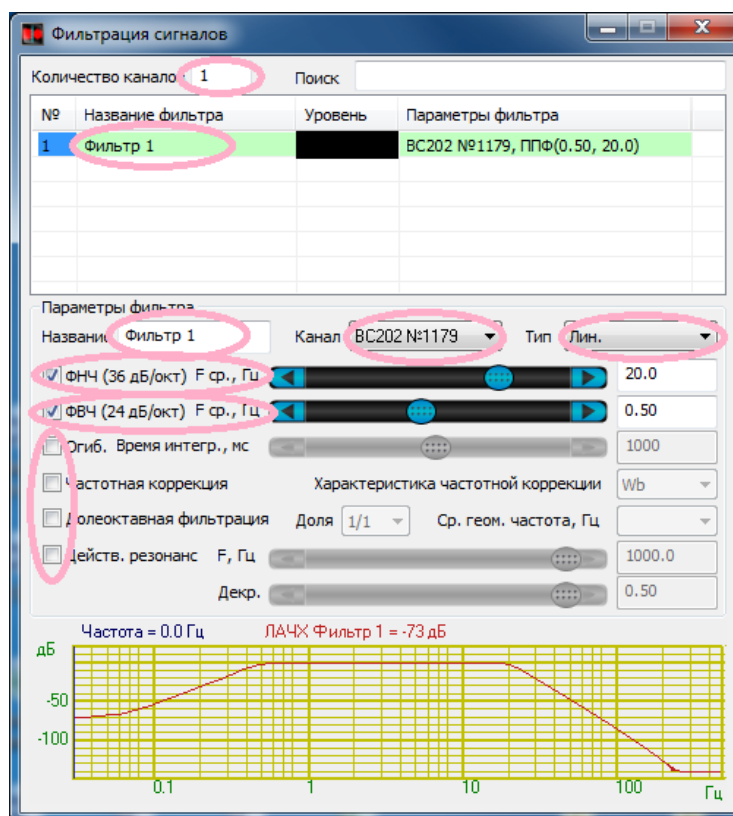

Рисунок 26
- в открывшемся окне «Фильтрация сигналов» произвести настройки в соответствии с примером (Рисунок 26);